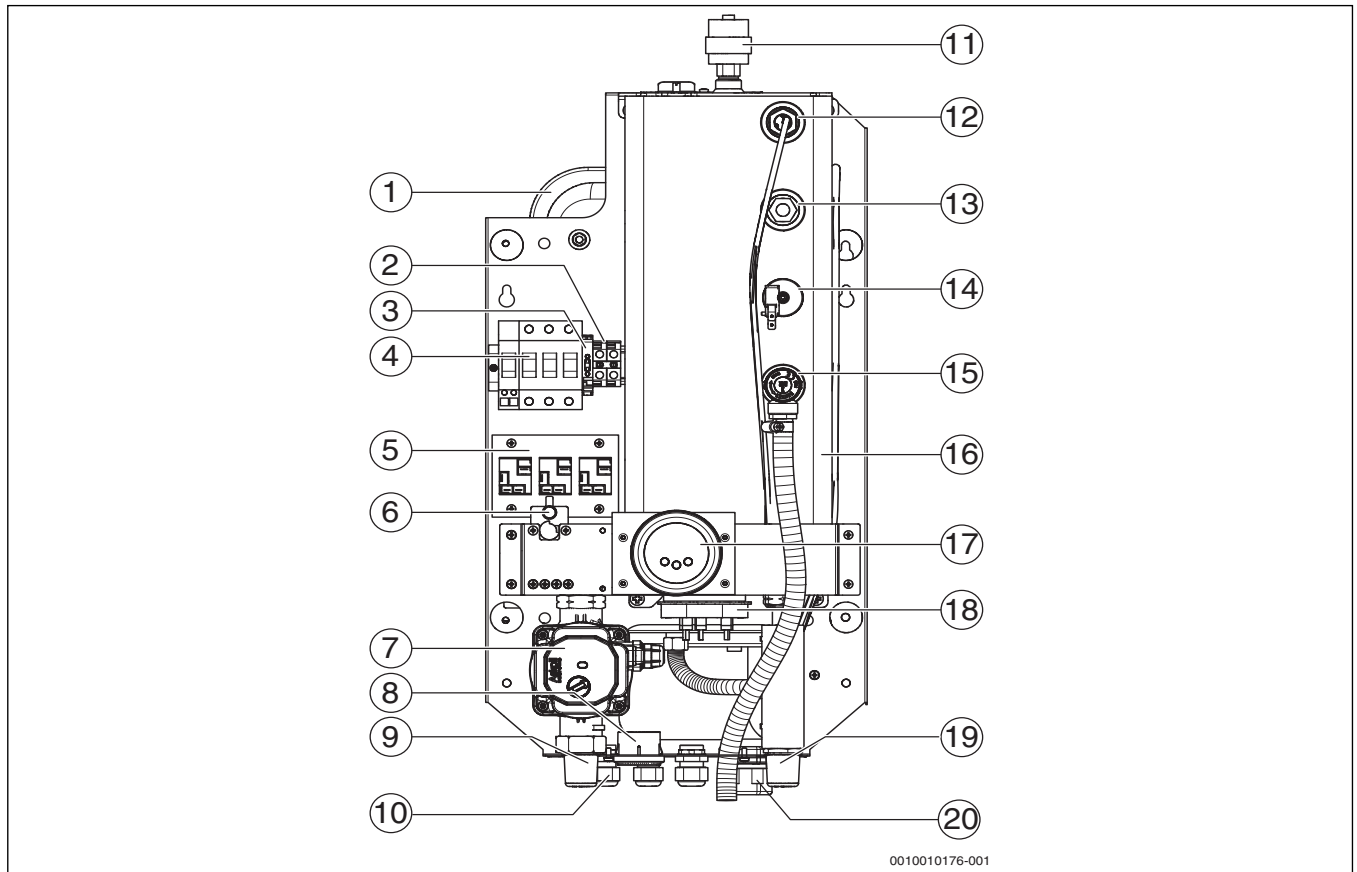

Fig. 1 Éléments de fonctionnement de la chaudière Tronic Heat 3000/Tronic Heat 3500 4-12 kW
- ▶ Ne jamais fermer la soupape de sécurité (→ fig. 1, p. 7, [15])